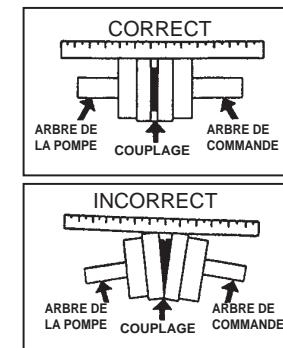

FIGURE 5
7. Pour vous assurer que l'alignement est parallèle (figure 5), placez une barre droite sur les deux moitiés du couplage à deux endroits différents, à angle droit l'un de l'autre. Les